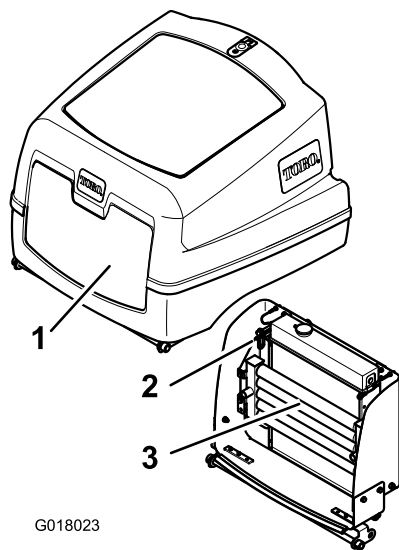

Bild 48
4. Lösen Sie den Riegel und öffnen Sie die Motorhaube (Bild 48).